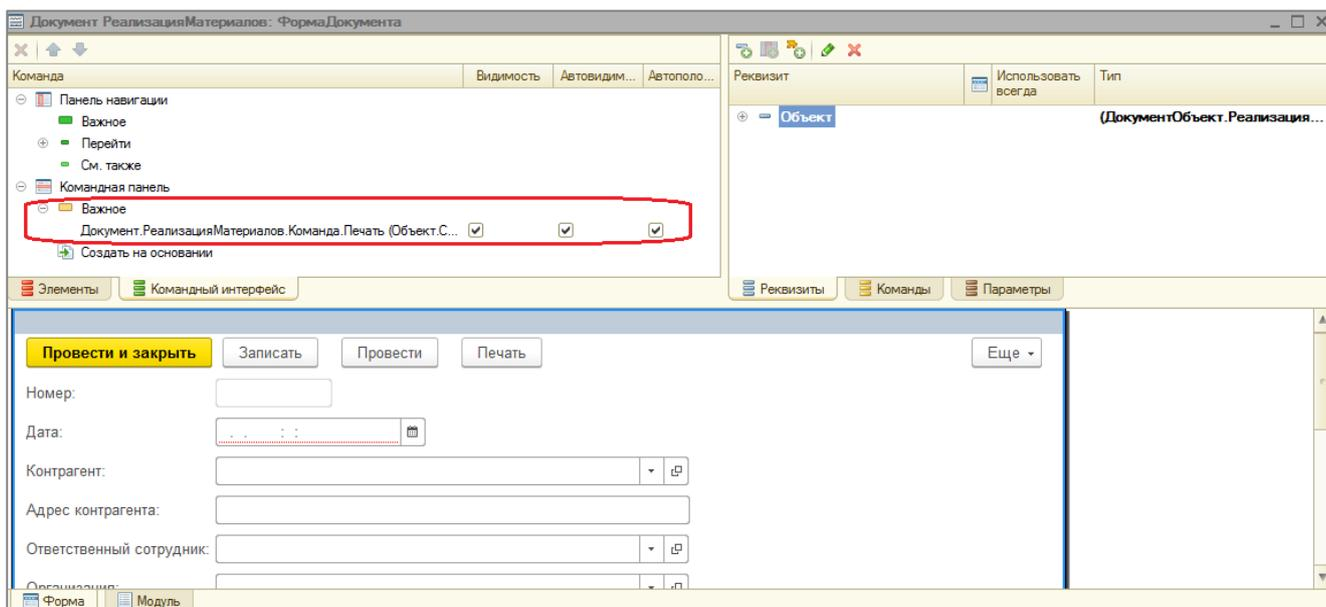

Рисунок 16.13 Структура формы документа «РеализацияМатериалов» с кнопкой печати
- В командную панель формы документа **РеализацияМатериалов** помещена команда **Печать** для формирования печатной формы документа (рисунок 16.13).